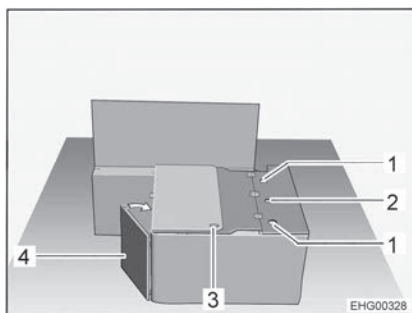

Fig. 24 Durante la trasformazione
- Ruotare la parete frontale della cassapanca (Fig. 24,4) in direzione della parete laterale.
- Tirare fuori la cintura di sicurezza con la fibbia attraverso l'apertura (Fig. 24,3) nel coperchio della cassapanca.
- Inserire lo schienale del sedile installabile nei supporti laterali (Fig. 24,1) e avvitare bene la vite della manopola nel supporto centrale (Fig. 24,2).